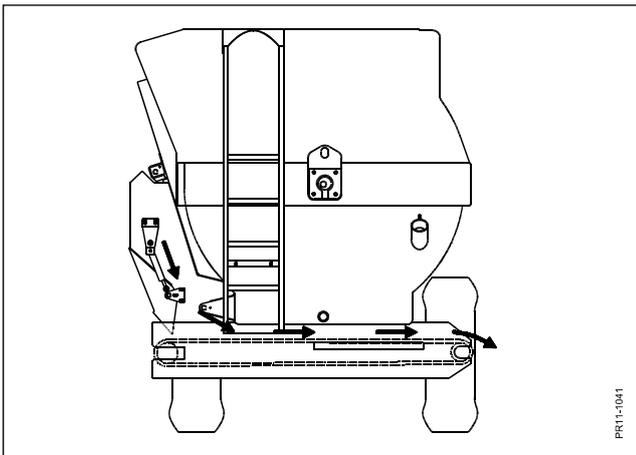

Fig. 5.14
- Fig. 5.14** distribution du côté droit